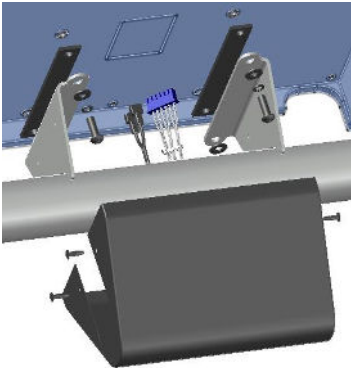

Figura 5-3
5. Conecte la consola a los soportes de la consola con los herrajes que se suministran en el orden que se muestra en la Figura 5-3. Asegúrese de que las almohadillas de goma estén colocadas entre la superficie de montaje de acero y la parte posterior de la consola. Ajuste los tornillos de manera uniforme.
6. Coloque la cubierta negra y alinee los orificios del lateral del soporte con los de la cubierta. Asegure la cubierta con (4) tornillos n.º 10-32.